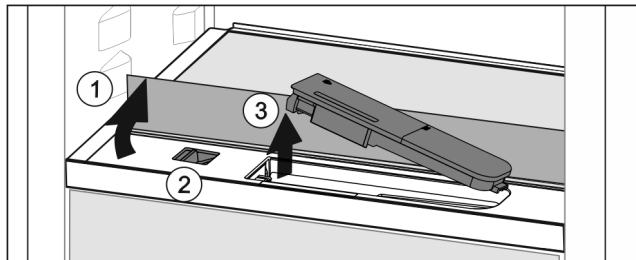

Fig. 53
- ▶ Skleněnou desku nadzvedněte a zaklapněte dozadu až na doraz Fig. 53 (1).
- ▶ Posuvník Fig. 53 (2) posuňte doleva.
- ▶ Vyměňte nádržku na vodu Fig. 53 (3).